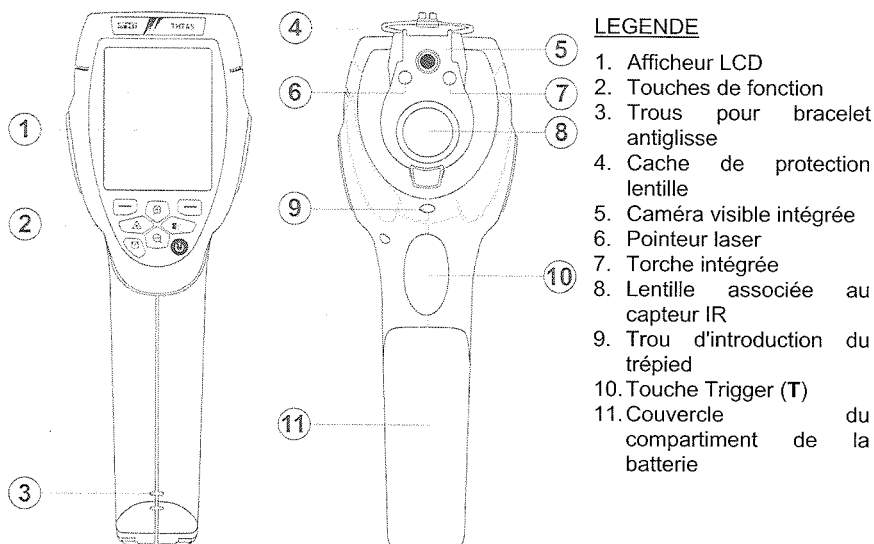

Fig. 1 : Description de la partie avant et arrière de l'instrument
La pression maintenant de la touche  permet d'activer/désactiver la torche intégrée (voir Fig. 1 – Partie 6). Cette touche est également utilisée pour la sélection des paramètres de système.
La pression de la touche  permet d'activer/désactiver le pointeur laser (voir Fig. 1 – Partie 7). Cette touche est également utilisée pour la sélection des paramètres de système.
2. Soulevez le couvercle du logement de la batterie (voir Fig. 1 – partie 11)